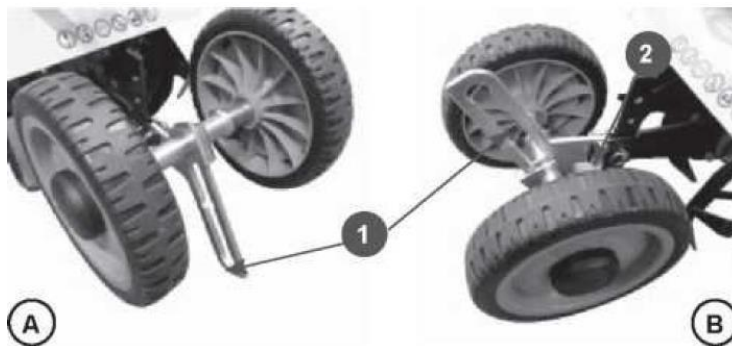

Рис. 1
С завода культиватор поставляется с направляющей регулировки высоты колес (1) (рис.1), установленной регулирующим пазом с отверстиями вниз (транспортное положение, рис.1А). При начальной сборке культиватора необходимо направляющую установить пазом вверх (рис.1В).